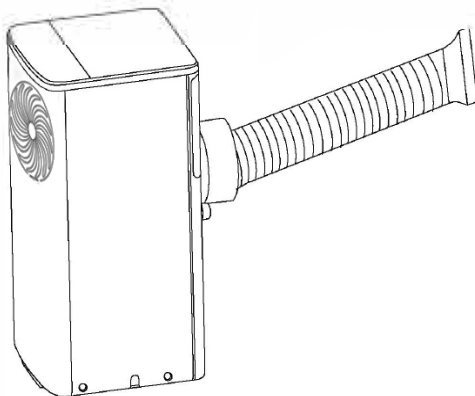

Fig. 1
1. Rallongez le tuyau juste assez pour atteindre l'extérieur (max 1,5 m) et accrochez-le à la partie arrière du climatiseur (Fig. 1).
1. Pour réaliser le trou dans le verre, nous vous conseillons d'apporter l'accessoire kit hublot chez le verrier (Fig. 1).
(Fig. 1)